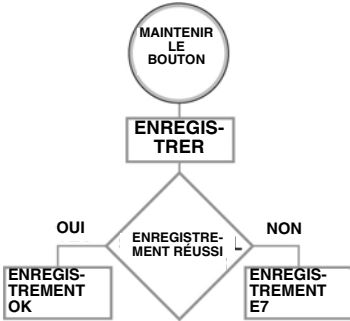

FIG. 3
3. L'écran affiche « ENREGISTREMENT OK » comme montré en FIG. 3, page 5 quand le TLM est enregistré avec le logiciel Pulse.
Si le TLM n'a pas été enregistré avec le logiciel Pulse, le message d'erreur « ENREGISTREMENT E7 » s'affiche (voir étape 1, FIG. 3).